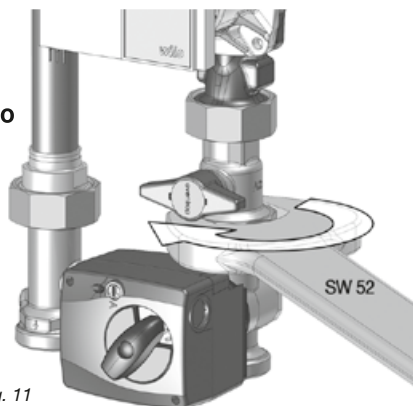

Fig. 11
1. Rimuovere manualmente l'attuatore dalla valvola miscelatrice a tre vie. Se necessario utilizzare con cautela un cacciavite e posizionarlo come mostrato nella fig. 11.